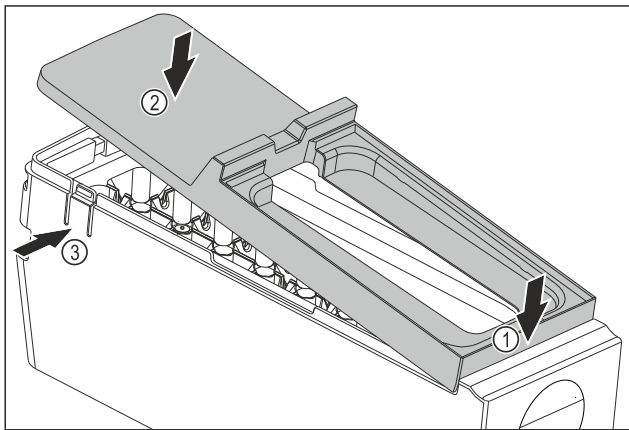

Fig. 200
- ▶ Смонтируйте крышку корпуса EasyTwist-Ice: Установите крышку спереди. Fig. 200 (1)
- ▶ Опустите крышку сзади. Fig. 200 (2)
- ▶ Крышка со щелчком фиксируется в накладках Fig. 200 (3).